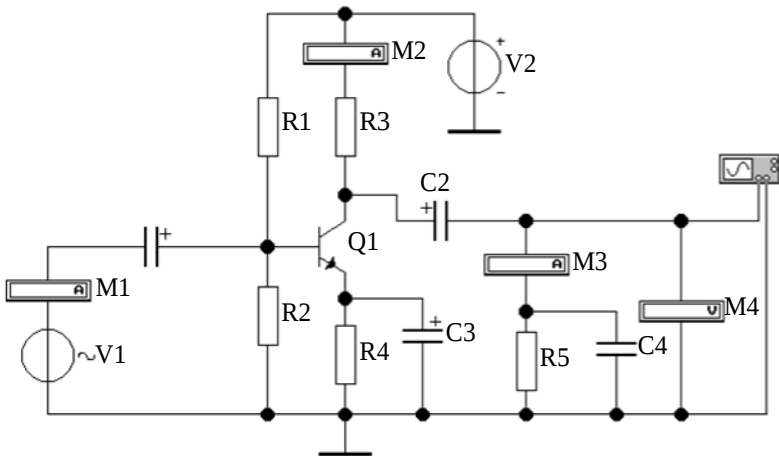

Рисунок1
5.1 Соберите схему для исследования каскада с общим эмиттером (рисунок 1). Источники напряжения и символ заземления находятся в группе «Sources» (второй ряд сверху на панели инструментов); резисторы и конденсаторы – в группе «Basic»; амперметры и вольтметры – в группе «Indicators», транзистор – в группе «Transistors», а осциллограф – в группе «Instruments». Тип транзистора и параметры элементов выберите из таблицы 1 согласно номеру рабочего места. Все транзисторы можно найти в библиотеке «Motorol1».